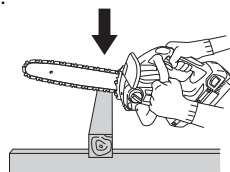

Fig. 21
- (1) Mettez l'outil en marche en maintenant la scie légèrement écartée du bois à couper. Commencez la coupe seulement une fois que l'outil a atteint sa pleine vitesse.
- (2) Lorsque vous coupez un morceau de bois fin, appuyez la base du guide-chaîne contre le bois et sciez vers le bas comme cela est indiqué sur la Fig. 21.